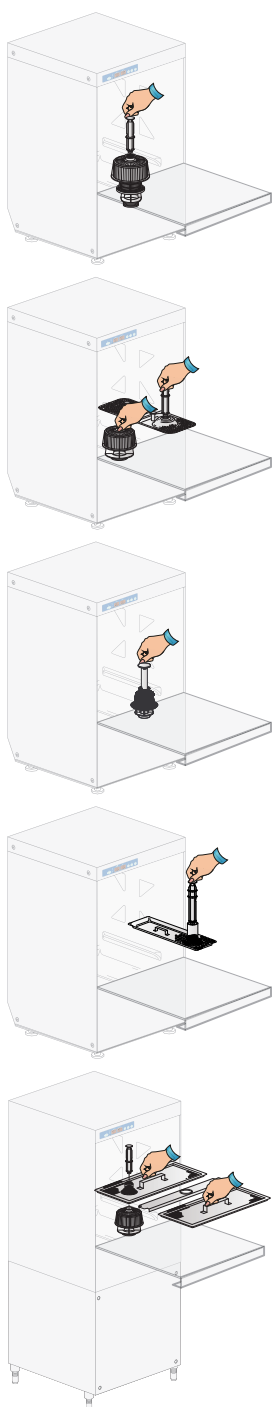

Abb. 2
- Den Überlaufschlauch an seine Position im Inneren des Beckens setzen. Kontrollieren, ob alle Filter am richtigen Ort sitzen (siehe Abb. 2). Die Filter müssen alle 30-40 Waschzyklen gereinigt werden sowie jedes Mal, wenn sich die Notwendigkeit dazu erweist.